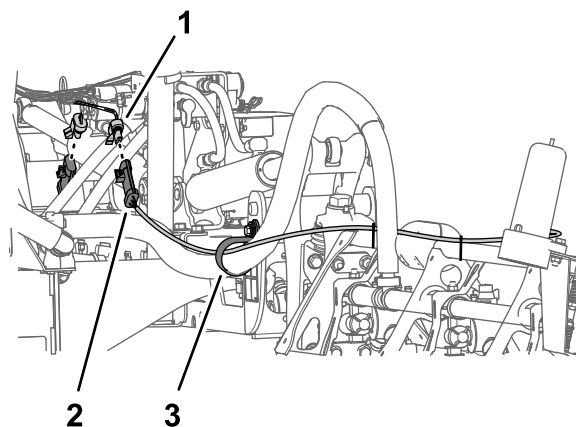

Figura 26
1. Desligue o conector de três pinos da cablagem do kit de nivelção da rampa ultra sonic do conector de três tomadas da cablagem da máquina (Figura 26).